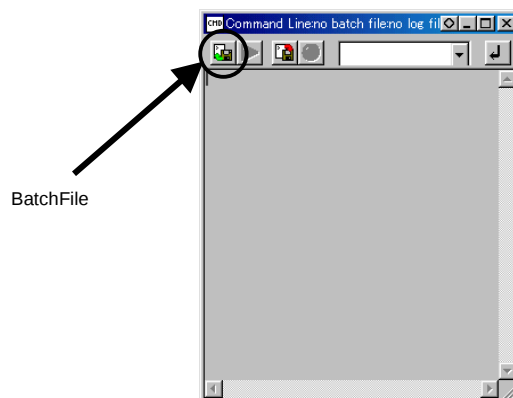

図 3.7 コマンドライン入力
- メニューバーのView→CommandLineを選択し、ウインドを開き（図3.7参照）、左上のBatchFileボタンをクリックし、SH7727フォルダ内の7727E10A.hdcを指定してください。この操作によりBSCが設定され、SDRAM へのアクセスが可能となります。